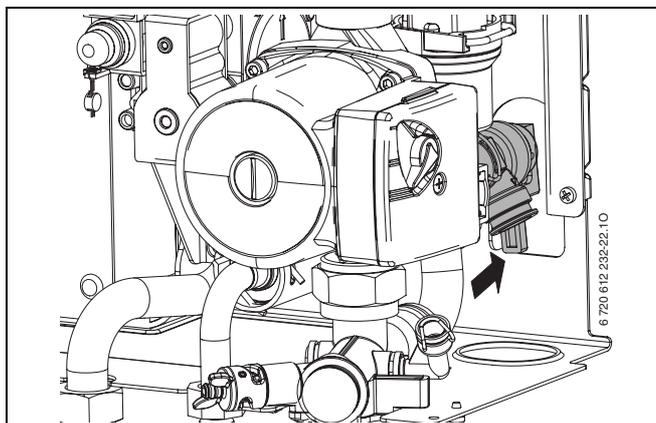

Fig. 64 Valvola di sicurezza riscaldamento
- ▶ Inserire la lamiera, nell'apertura laterale del rompi tiraggio (vedere fig. 64).